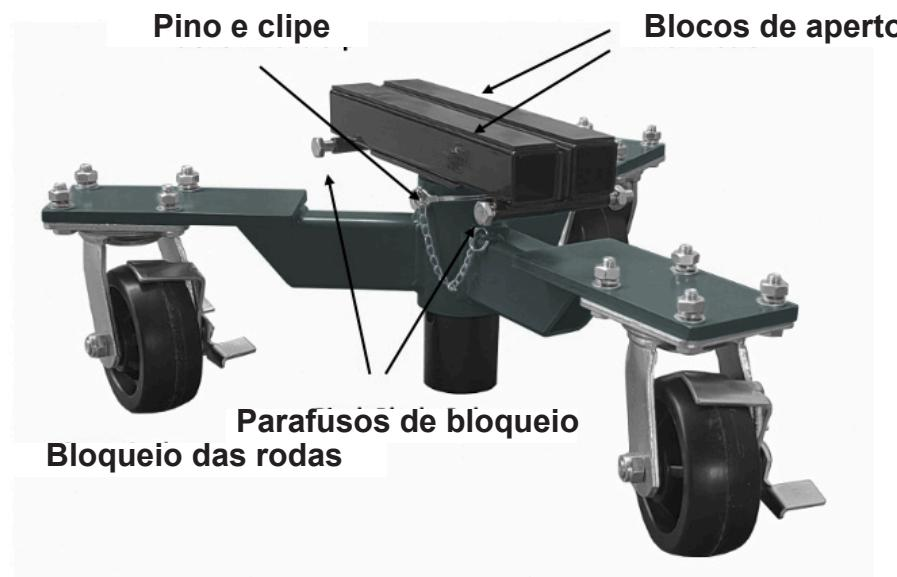
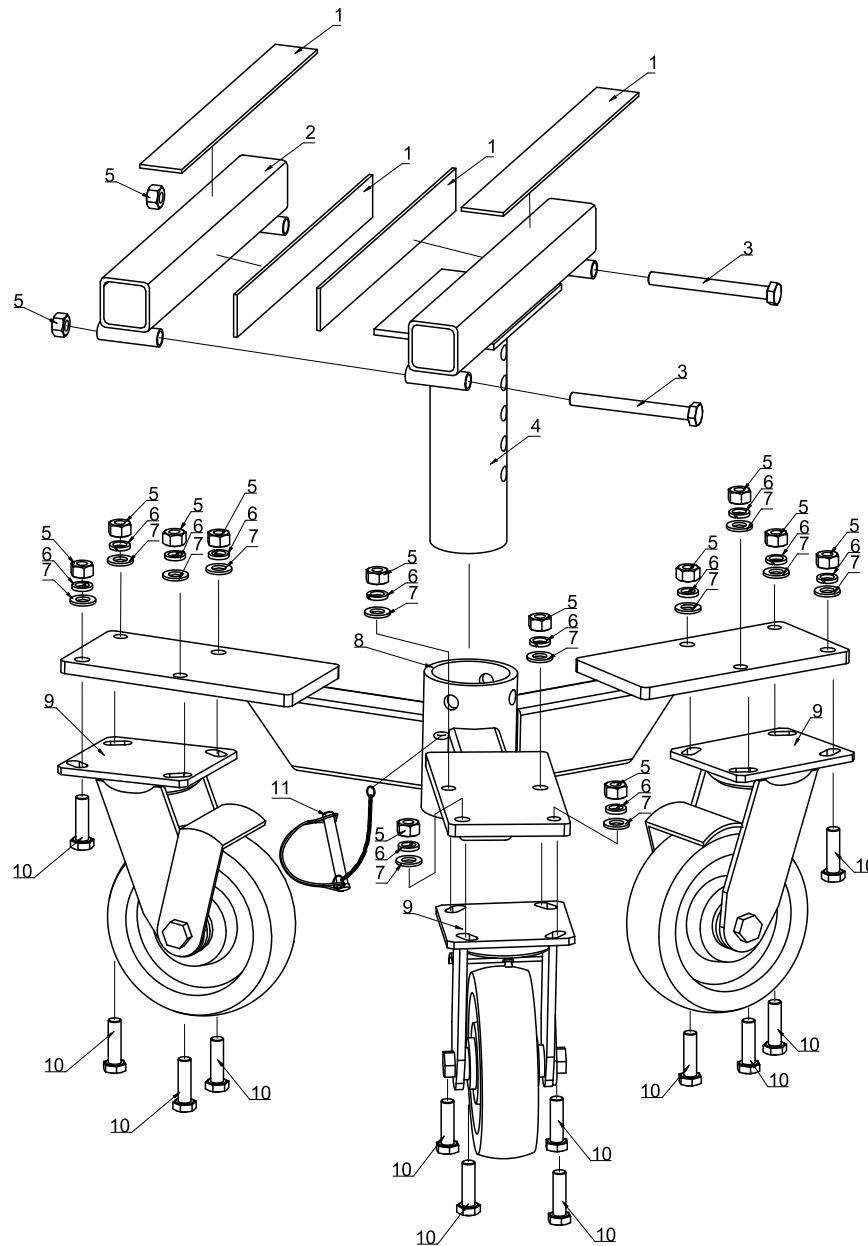

fig.1
fig.2
- Fixe totalmente os rodízios giratórios de bloqueio “5” [C] às bases do carrinho de soldadura por pressão com o pino de fixação de arame acorrentado [A] utilizando os parafusos M8x30 incluídos com anilha, anilha de bloqueio, porca [D] (FIG 1).
- Baixe os postes de soldadura por pressão com as ferragens e as tiras de borracha instaladas nas bases. Bloqueie no lugar inserindo o pino de fixação através dos orifícios da base e da coluna. Fixe o pino de fixação com o grampo integral (FIG 1).
- Verifique se os parafusos dos blocos de aperto (FIG. 1) estão desapertados e se os blocos estão suficientemente largos para as soldaduras de aperto do veículo.
- Baixar lentamente o veículo sobre os carros. Se as soldaduras de aperto estiverem completamente assentes nos blocos e todos os rodízios estiverem a tocar no chão (FIG 2), pode apertar os parafusos do bloco de aperto (FIG 1) para os fixar nas soldaduras de aperto.